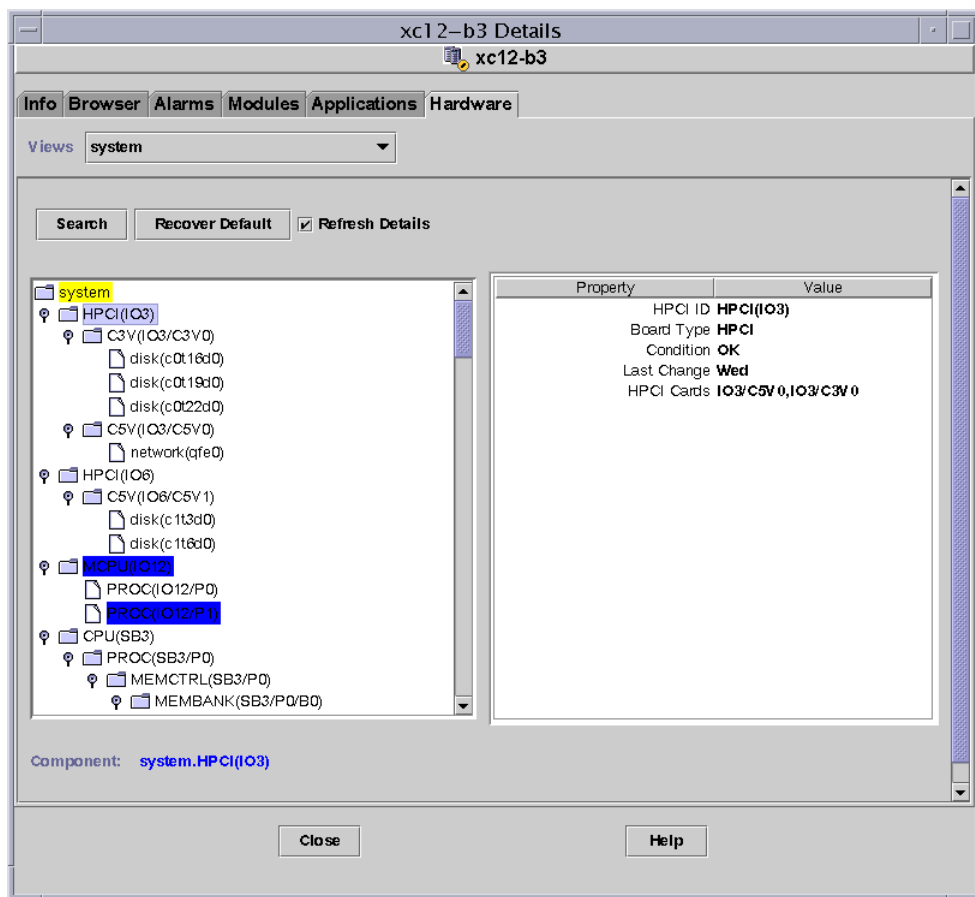

图 5-8 Sun Fire 高端系统域逻辑视图
4. 单击 “Expand All（扩展所有）” 按钮，然后选择左侧窗格中的一个对象，查看类似于图 5-8 的逻辑视图。